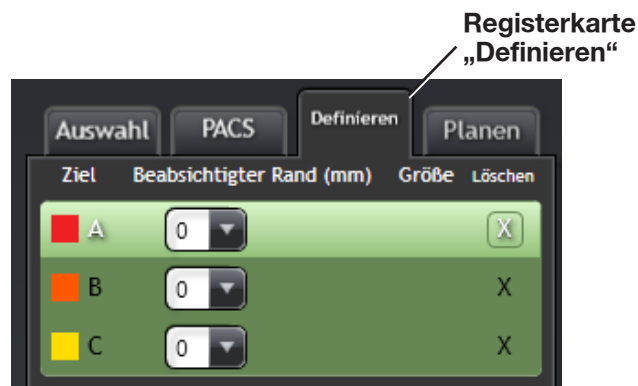

Abbildung 3-13: Tabelle „Zielauswahl“.
3. Klicken Sie in der Tabelle für die Zielauswahl links im Bildschirm **Ziele definieren** (Abbildung 3-11 und Abbildung 3-13) auf eine Zeile, um das Ziel mit der zu identifizierenden Läsion zu verknüpfen. Die oberste Zeile der Tabelle ist standardmäßig ausgewählt.
16. In der Tabelle für die Zielauswahl können Sie die Größe der Umrandung auswählen, die um das Ziel herum angezeigt wird (Abbildung 3-13). Die Anzeige einer Umrandung ermöglicht, die Darstellung des Ablationsbereichs mit oder ohne Umrandung anzuzeigen, um den gewünschten Bereich besser identifizieren zu können. Der Umrandungsbereich wird in einer anderen Schattierung angezeigt als der Rest des Zielbereichs. Die Einstellgröße der beabsichtigten Ablationsumrandung reicht von 1 bis 10 mm.
19. Um ein Ziel zu löschen und von vorn zu beginnen, klicken Sie auf das entsprechende Symbol **X** in der Spalte „Löschen“ (Abbildung 3-13).